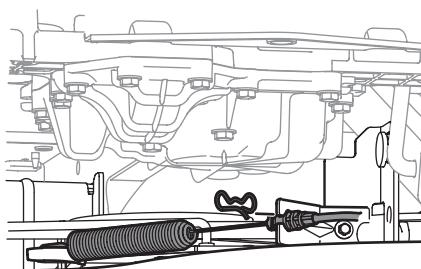

Figura 4-2
7. Extraiga el pasador de chaveta que sujetla el cable de la PTO al soporte de la plataforma, tire hacia atrás del cable de la PTO, luego deslícelo fuera del soporte y desenganche el resorte de la polea loca. Vea la Figura 4-2.